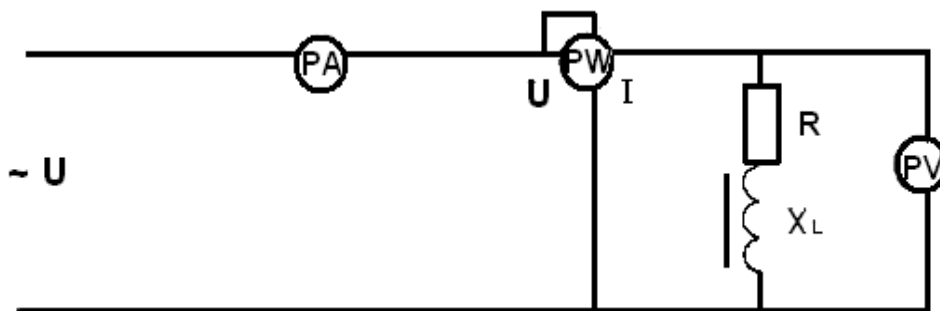

Рисунок 1 - Схема включения катушки индуктивности
1. Собрать электрическую цепь по схеме, согласно рис.1 для исследования неразветвленной цепи переменного тока.